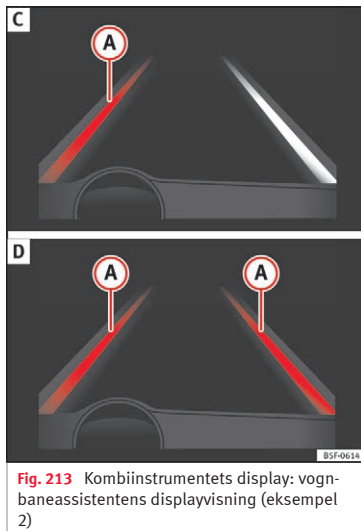

Fig. 213 Kombiinstrumentets display: vognbaneassistentens displayvisning (eksempel 2)
- Systemet arbejder; den gule linje **A** viser, at der er risiko for utilsigtet overskridelse af vognbanelinjen. Systemet korrigerer kørselsretningen ved hjælp af styretøjet » **Fig. 213 C**.
- De to fremhævede linjer **A** lyser samtidig, når begge vognbanelinjer er registreret, og den centrale vognbaneførføringfunktion » **Fig. 213 D** er aktiveret.